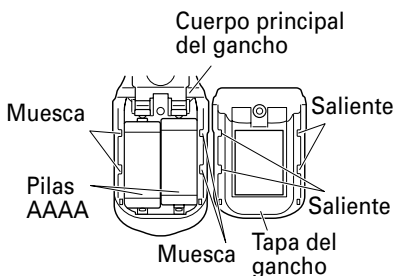

Fig. 17
- (b) Retire las pilas usadas e introduzca las pilas nuevas. Alineéelas con las indicaciones del gancho y posicione correctamente los terminales positivo (+) y negativo (-). (Fig. 17)
4. Inspección de las escobillas de carbón (Fig. 17)